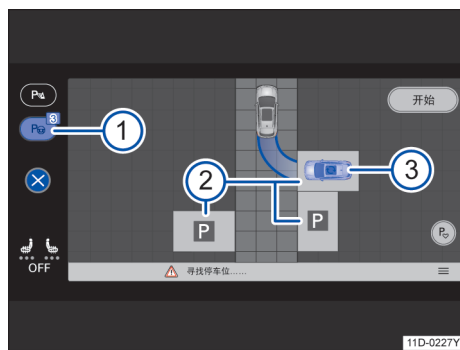

图 105 信息娱乐系统：选择停车位（示意图）
泊车辅助系统自动选择一个停车位，并在信息娱乐系统中作为首选停车位（蓝色车辆）显示在→图 105 ② 或 ③ 处。
在功能按键  上显示识别到的停车位数量→图 105 ①。
1. 在信息娱乐系统屏幕上点击所需的停车位→图 105 ②。
如果当前停车位的泊车模式可以更改，便会显示  符号→图 105 ③。
在困难的泊车条件下，如果停车位已部分“驶入”停车位，泊车辅助系统便能接管泊车过程，并将车辆驶入该停车位→图 105。